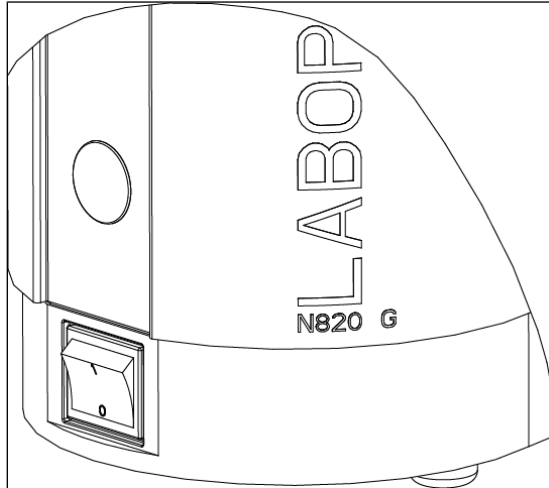

Abb.5: Pumpe ein- und ausschalten mit Netzschalter
- Schalten Sie die Pumpe mit dem Netzschalter ein (siehe Abb. 5).